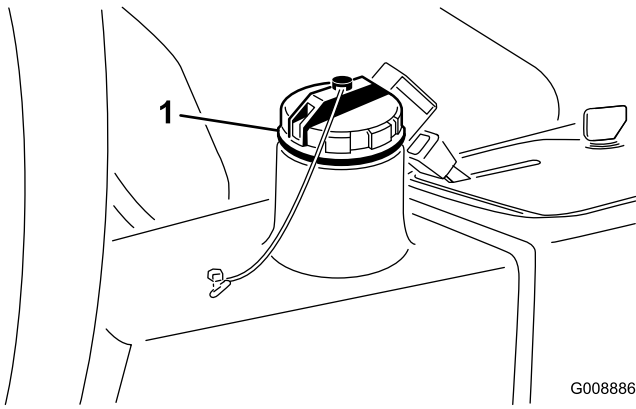

图77
4. 向液压油箱（图77）注入约 13.2L 液压油；请参阅检查液压系统（页码 25）。